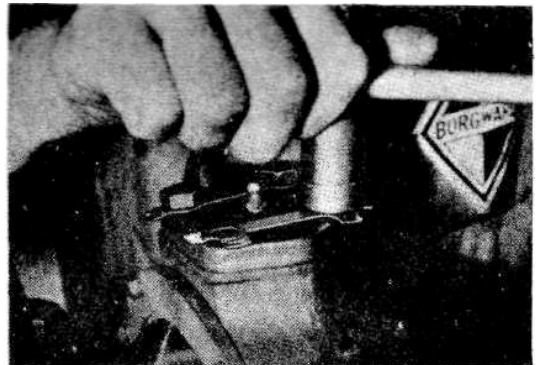

Bild 4-298
- 24c Schrauben für Deckplatte rechts oben bzw. Lenkhebel links oben abschrauben. (Bild 4-298)